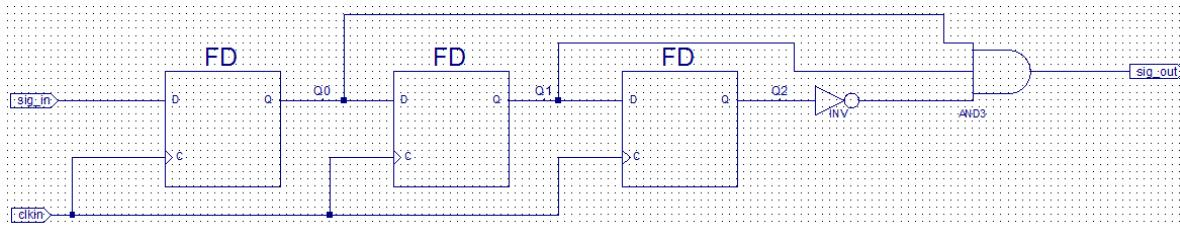

Figure 16. Le schéma du circuit d'anti-rebond complété.
5. Placez deux autres bascules D à la suite de la première. Alignez la broche D de la bascule à placer avec la broche Q de la bascule précédente. Référez-vous à la Figure 16 montrant le circuit de l'anti-rebond complété pour vous guider.
Placez ensuite un inverseur et une porte ET à la suite des bascules D, comme montré à la Figure 16.
3. Réalisez toutes les connexions du schéma conformément au schéma final du module anti-rebond montré à la Figure 16. N'hésitez pas à déplacer les composants et les étiquettes au besoin.
Le schéma du circuit anti-rebond est maintenant complété. Le résultat obtenu devrait être conforme au schéma montré à la Figure 16.